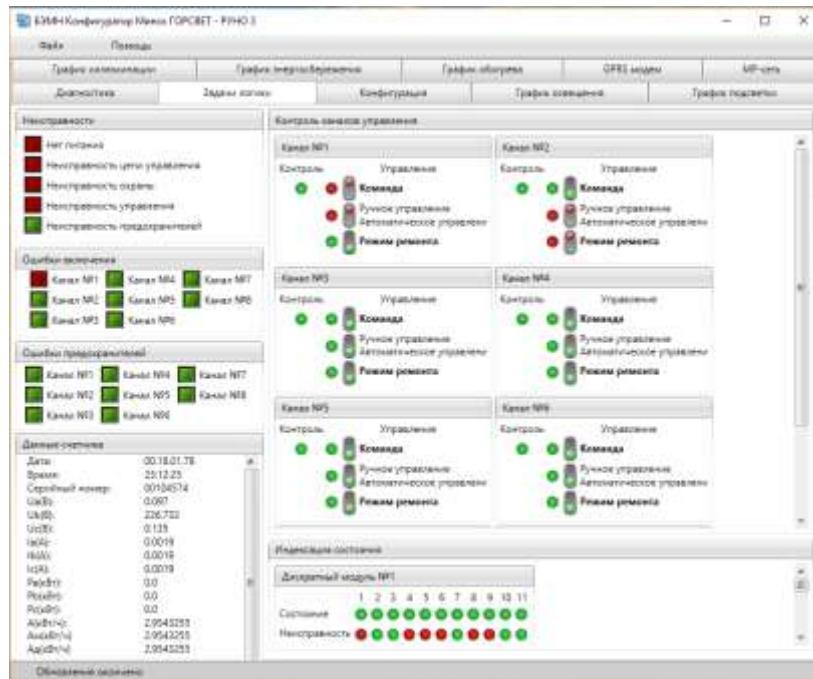

Рисунок 5.7 – Окно «Задачи логики» в БЭМН конфигураторе РУНО 3
5.3 В вкладке «ЗАДАЧИ ЛОГИКИ» рассматривается работа логики РУНО 3 по заданной конфигурации устройства (рисунок 5.7). Данное окно вкладки также поделено на области:
в) «Контроль каналов управления». Зеленый цвет индикатора и нижнее положение тумблера означает выключенное состояние (или работа в автоматическом режиме управлении (по графику)). На примере выше (рисунок 5.7) управление каналом №1 находится в ручном режиме и подана команда на включение реле, а «Режим ремонта» отключен. Индикатор «Контроль» горит красным, если на дискретный вход контроля цепи управления приходит сигнал (напряжение), зеленым – если не приходит (при этом отображается неисправность цепи управления в области «Неисправности»).